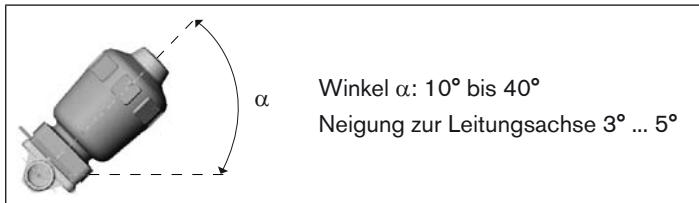

Bild 24: Einbaulage zur Selbstentleerung des Gehäuses
- Gehäuse um den Winkel $\alpha = 10^\circ$ bis 40° geneigt zur Horizontalen einbauen (siehe Bild 24.).